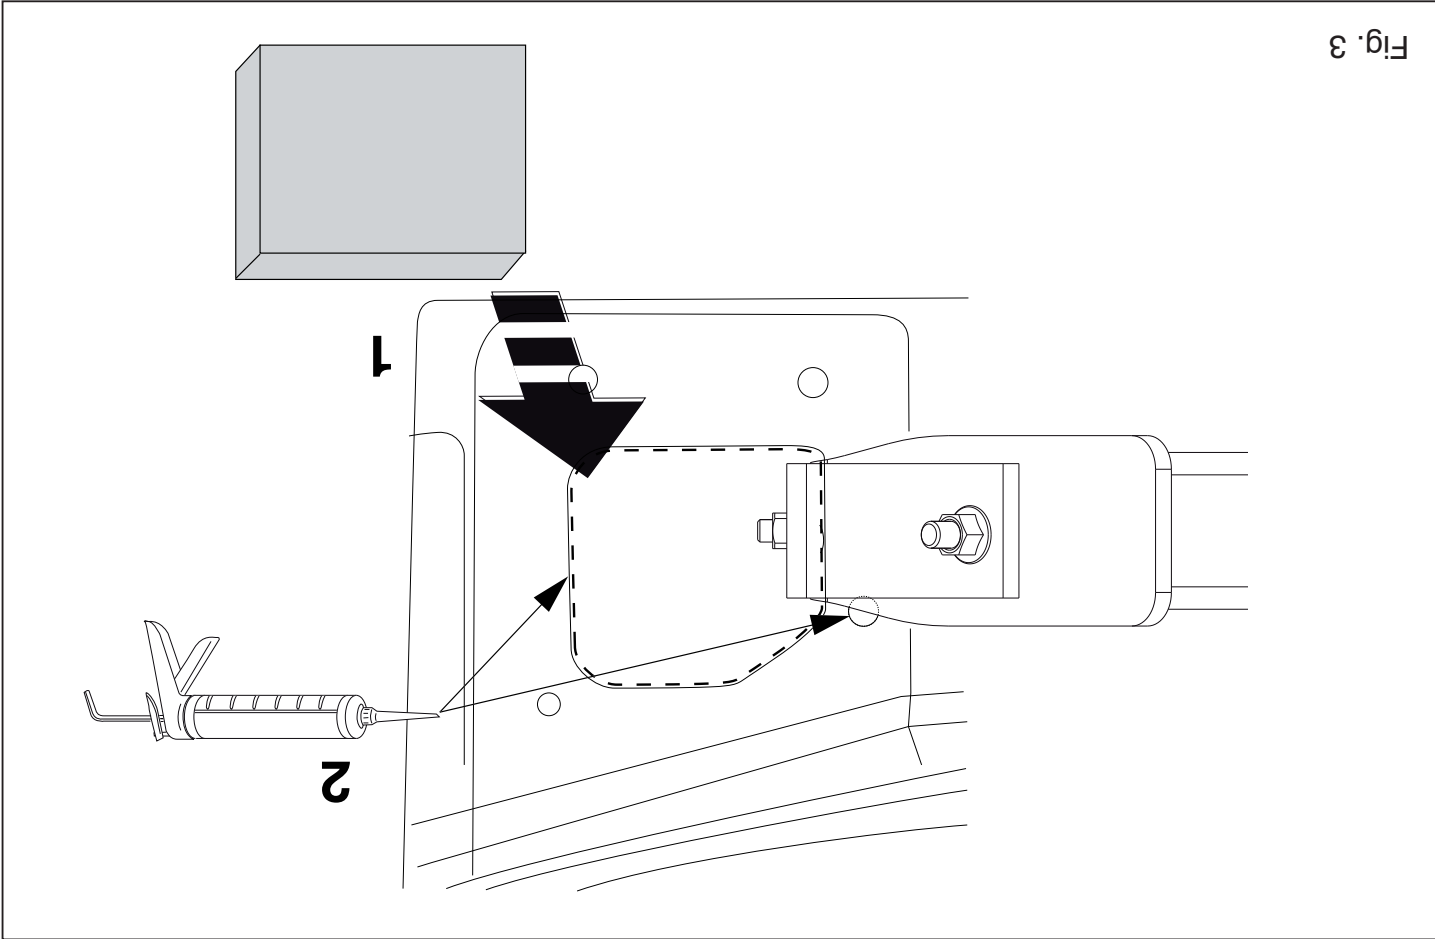

Fig. 3
9. Plaats de twee PE schuimblokken als afdichting in de chassisbalken. Kit de aangegeven delen af (zie fig. 3)
9. Place the two PE foam blocks as sealing in the chassis members. Seal the portions indicated (see fig. 3).
9. Die zwei PE-Schaumböcke als Dichtung in den Fahrgestellträger einsetzen. Die angegebenen Teile kitten (siehe Abb. 3).
9. Placer les deux blocs de mousse en polyéster en guise de colmatage dans les longérons de châssis. Boucher les parties indiquées (voir la fig.3).